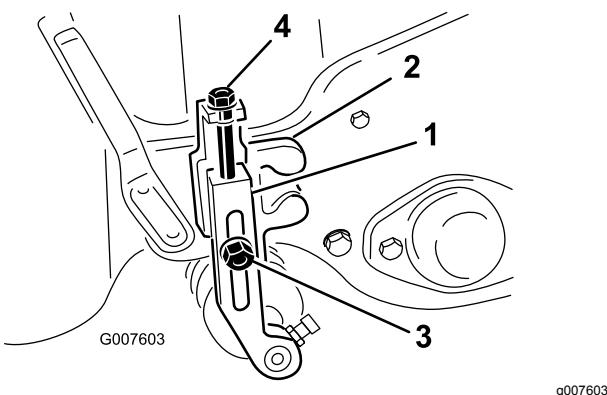

Figura 54
- Desaperte as porcas de bloqueio que prendem os braços da altura de corte aos suportes da altura de corte (Figura 54).